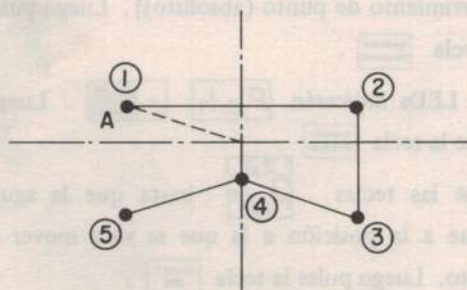

Fig. 2
Paso 7 Pulse las teclas **Aavance** y **Rretroceso**, mueva la aguja para confirmar que la posición del patrón se ha movido como se ilustra en la Fig. 2.
Paso 8 Pulse las teclas **Aavance** y **Rretroceso** hasta que la aguja llegue a la posición ② que se ilustra en la figura.